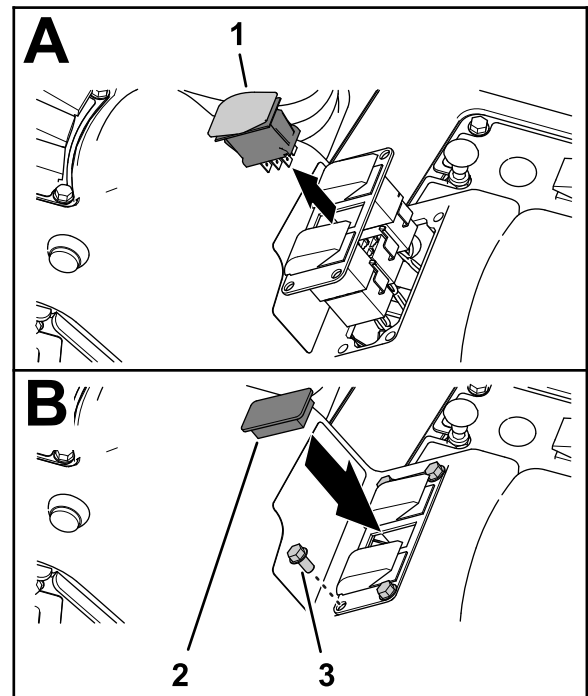

Figura 34
2. Aperte as abas de bloqueio do interruptor de controlo da aplicação juntando-as e pressione o interruptor para fora do painel de três interruptores (Figura 34).
5. Monte o painel de três interruptores na consola de controlo (Figura 34) com os quatro parafusos de cabeça flangeada (¼ pol. x ½ pol.) que retirou no passo 1.